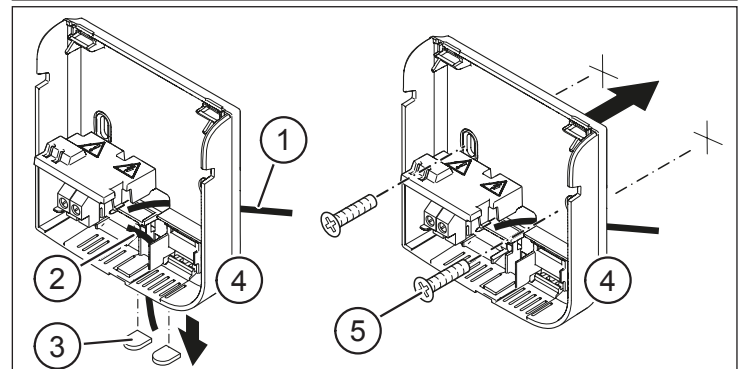

Abb. 3: Netzkabel einführen und Gehäuse an der Wand befestigen
- ▶ Führen Sie das Netzkabel von hinten (Pos. 1 in Abb. 3) oder von unten (Pos. 2 in Abb. 3) in das Gehäuse (Pos. 4 in Abb. 3) ein. Brechen Sie dazu ggf. die Plastikeinsätze (Pos. 3 in Abb. 3) am unteren Kabeleinlass heraus.
- Befestigen Sie das Gehäuse mit den mitgelieferten Schrauben und Dübeln (Pos. 5 in Abb. 3) an der gewünschten Stelle.
- Schwenken Sie den Deckel nach unten, bis er hörbar am Gehäuse einrastet (siehe Abb. 3).